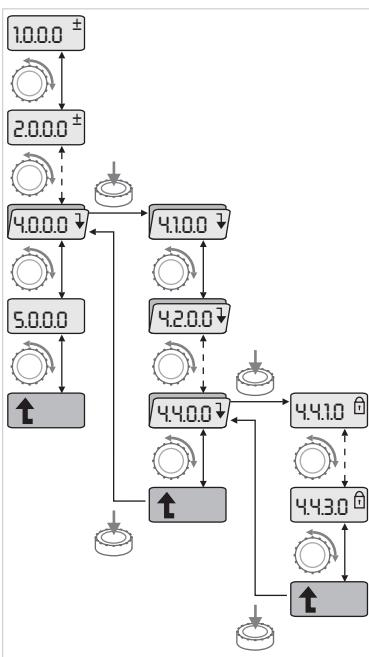

Fig. 37: Exemple de navigation
- Procéder à la navigation normale dans le menu comme suit (exemple, voir fig. 37) :